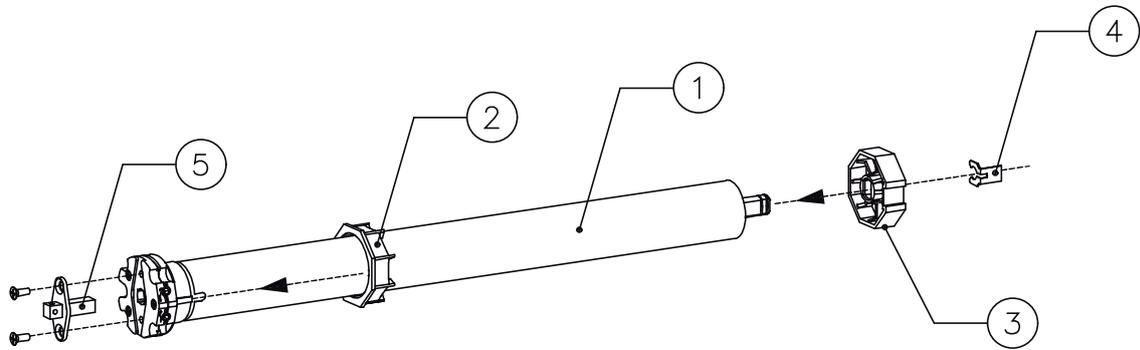

FIG.1
- A)** Introducir la corona de final de recorrido (2) en el motorreductor (1) hasta colocarlo en el correspondiente anillo de final de recorrido haciendo coincidir las dos ranuras; empujar hasta el tope como se indica en la fig. 1. Introducir la polea de arrastre (3) en el árbol del motor y bloquearla con su correspondiente cierre (4). Aplicar el adaptador para abrazadera (5) en la extremidad del final de recorrido bloqueándolo con los tornillos que se incluyen